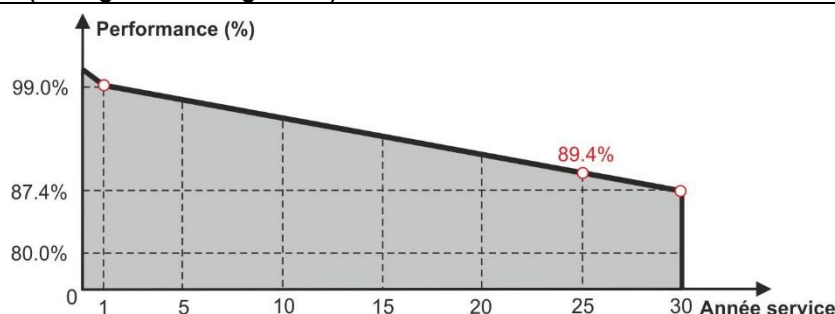

Fig. 23: Exemple de courbe Années/Performances d'un module PV
- Sur la base de ces valeurs, l'instrument calcule automatiquement la courbe Années/Performances (voir Fig. 23) à partir de laquelle déduire la valeur de contrôle de la perte de performance % utilisée dans le calcul de la courbe I-V (voir § 6.4.5 et § 11.3)